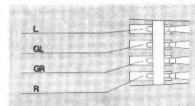

Fig. 16
3. Die Anschlüsse am Systemträger und Tonabnehmersystem sind gekennzeichnet (Fig. 16). Verbinden Sie die Anschlußsitzen des Systemträgers mit den entsprechenden und gleich gekennzeichneten Anschlußstiften des Tonabnehmersystems.
3. Les connexions sur le porte-cellule et la cellule sont repérées. Reliez les cordons du porte-cellule aux broches de la cellule portant le même repère (Fig. 16).
3. The connection inputs on the cartridge holder and on the cartridge are color coded. Connect the leads on the cartridge holder to the correspondingly coded connection pins of the cartridge (Fig. 16).